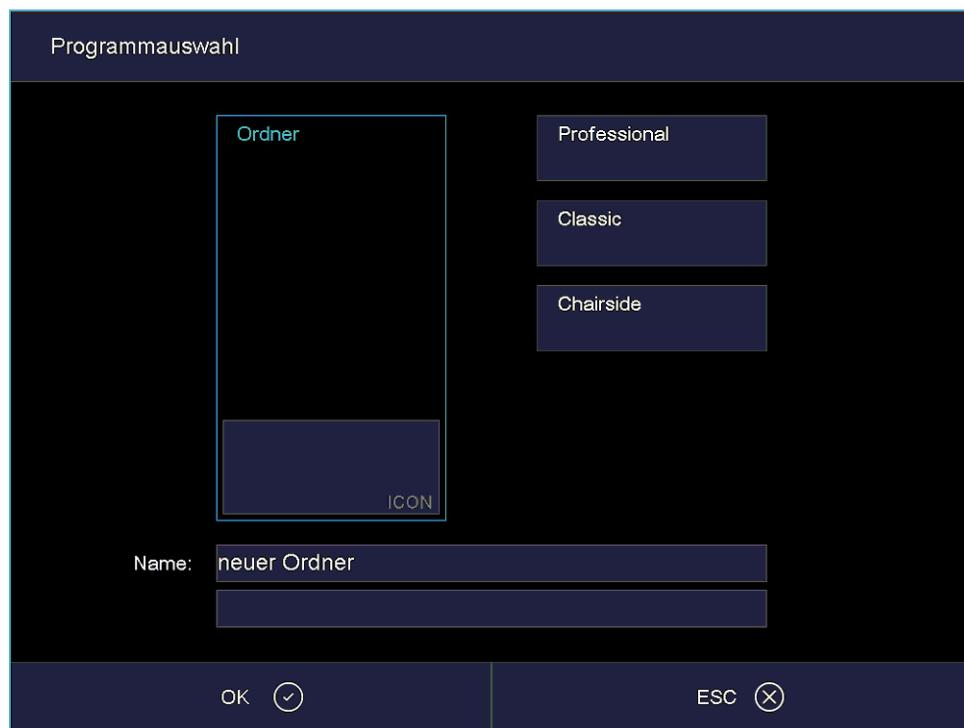

Fig. 5-6 Fenster "Programmauswahl": Ordner
- Das Fenster "Programmauswahl" erscheint. Siehe Fig. 5-6.